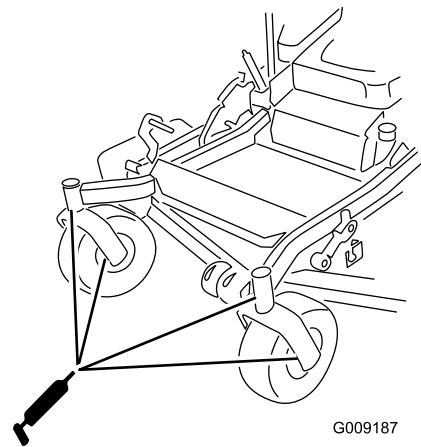

Figure 44
9. Sortez le graisseur Zerk du trou. Remettez le bouchon hexagonal et le capuchon antipoussière en place (Figure 44).